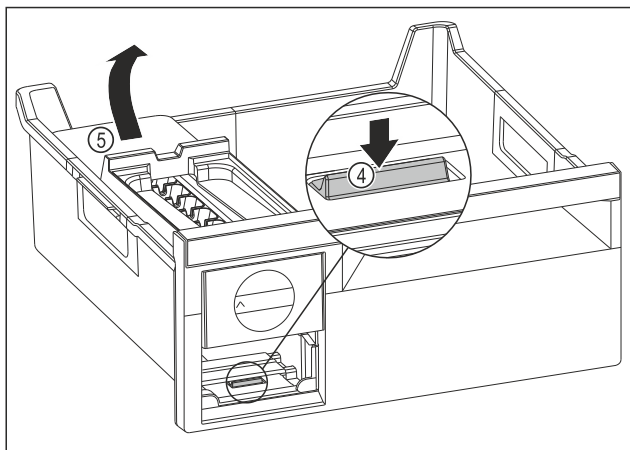

Fig. 244
- EasyTwist-Ice-Korpus entnehmen: Lasche Fig. 244 (4) mit Finger nach unten drücken und gleichzeitig mit der anderen Hand den EasyTwist-Ice-Korpus Fig. 244 (5) von hinten anheben.